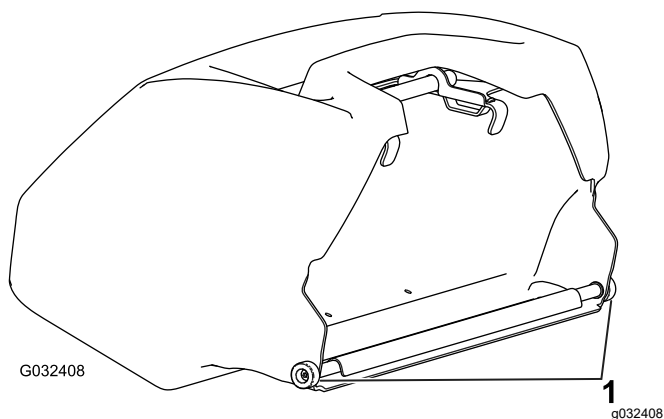

Figure 5
**Important:** Si vous faites tomber le bac, vérifiez que les points de contact du bras d'inclinaison près du bord inférieur du bac ne sont pas endommagés (Figure 5). Redressez-les avant d'utiliser le bac.